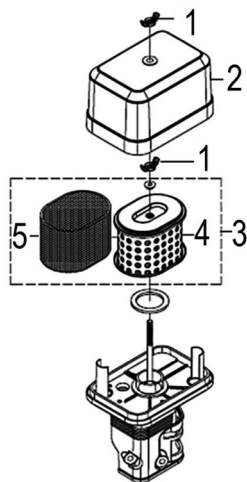

Рис. 18 Обслуживание воздушного фильтра PC1645RH
1. Открутите барашковую гайку (Рис. 18 п. 1) и снимите крышку воздушного фильтра (Рис. 18 п. 2).
2. Извлеките из корпуса воздушный фильтр (Рис. 18 п. 3).
3. Проверьте целостность и чистоту воздушного фильтра. Поролоновый (предварительный) фильтрующий элемент (Рис. 18 п. 5) установлен на корпусе бумажного (основного) фильтрующего элемента (Рис. 18 п. 4).
4. При незначительном загрязнении промойте поролоновый фильтрующий элемент (Рис. 18 п. 5) теплым мыльным раствором и просушите. Поврежденный или сильно загрязненный поролоновый фильтрующий элемент замените.
*Бумажный фильтрующий элемент (Рис. 18 п. 4) не подлежит очистке, необходима его замена. Не продувайте бумажный фильтрующий элемент сжатым воздухом, не промывайте его в бензине и других растворителях. Эксплуатация двигателя с грязным или поврежденным воздушным фильтром, или без воздушного фильтра приведет к попаданию грязи и пыли в карбюратор и двигатель, что в свою очередь, станет причиной его быстрого износа. Двигатель в этом случае не подлежит ремонту по гарантии.*